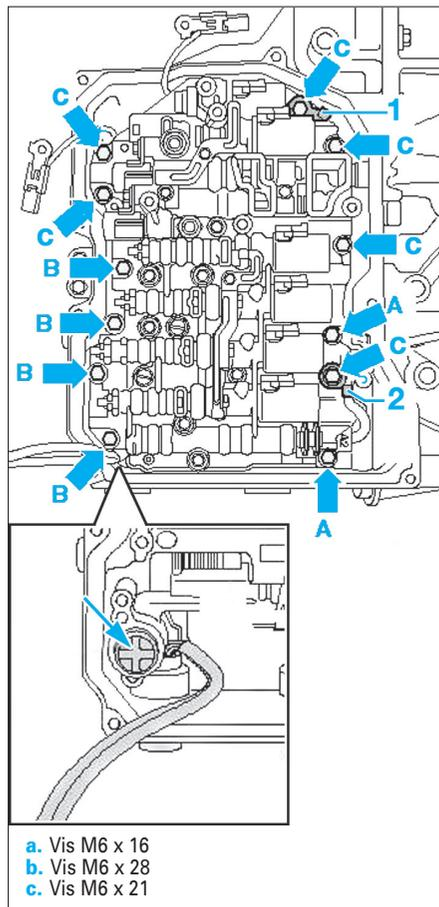

Fig. 15
• Dévisser en diagonale les vis de fixation du bloc hydraulique et retirer les supports de maintien (1) et (2) (Fig.15).